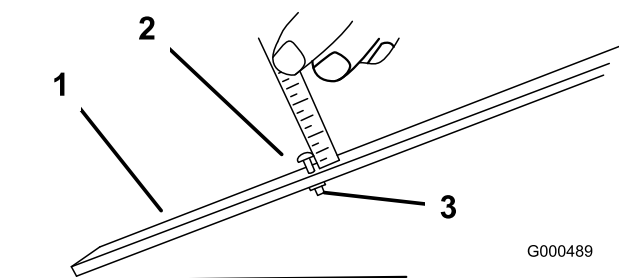

図 55
2. ゲージバー（図 55）のナットをゆるめ、調整ネジを希望の刈り高に合わせる。ネジ頭の下からバーの表面までの距離が刈り高となる。